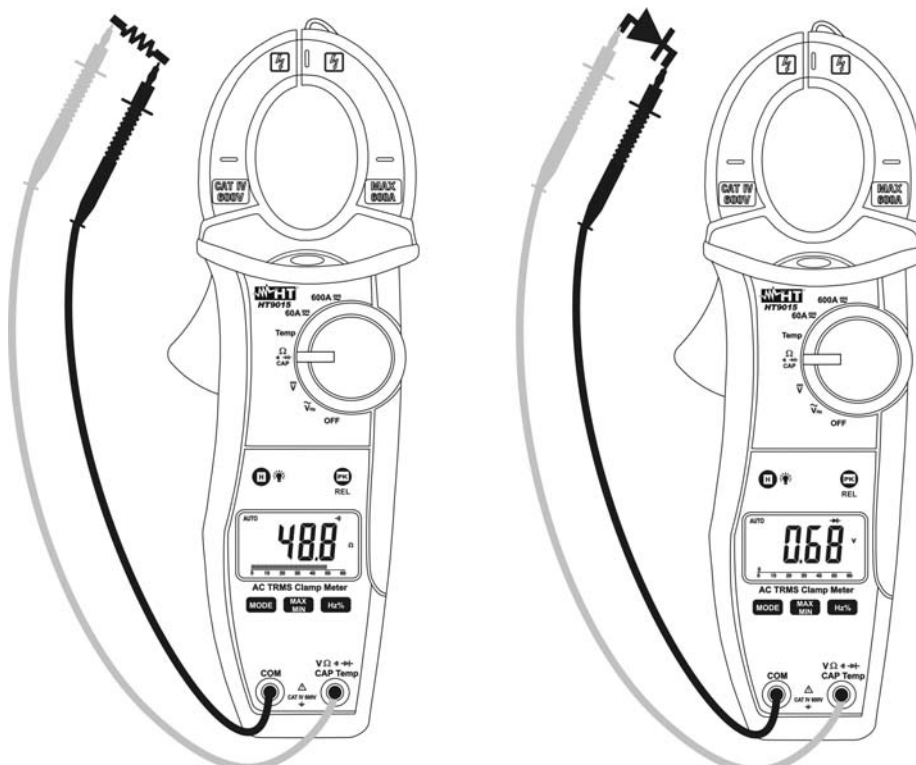

Fig. 6: Måling af gennemgangs – og diodetest
5. Forbind den røde testledning til anoden på dioden og den sorte ledning på katoden (se fig. 6 – højre billede). Byt position af ledningen for modsatrettet måling.